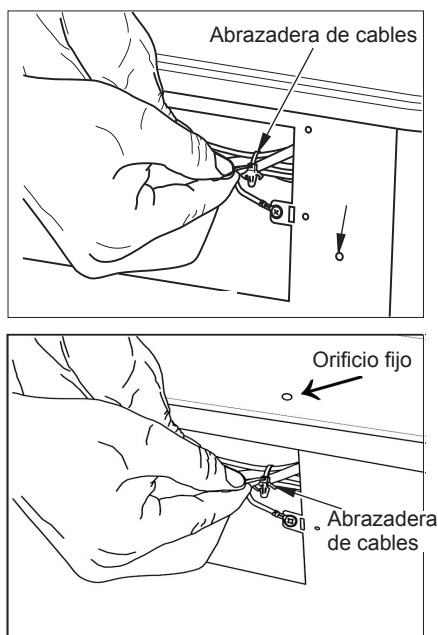

Figura 29 - Asegurar los cables del soplador
12. Liar los cableado con la abrazadera de cables (consulte la figura 29). Adjuntar atadura de cable a la estufa a través del orificio como se muestra en la Figura 29. Esto es para evitar cualquier daño por calor. Calentador real puede variar de la ilustración. Modelos de la tie-nen el agujero brida en el panel superior. Para todos los demás modelos, el agujero será el de la derecha de la abertura de acceso del soplador.